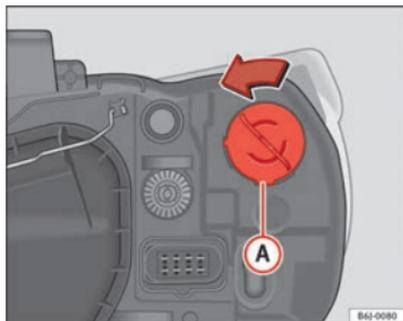

Fig. 146 Luz intermitente
- Gire el portalámparas ⇒ fig. 146 **A** a la izquierda y tirar.